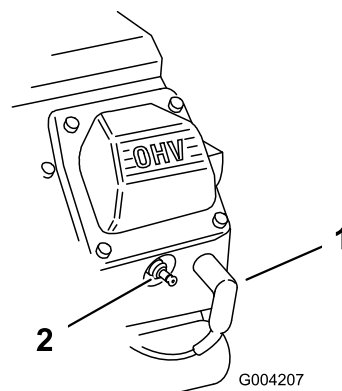

Рисунок 26
2. Снимите провода со свечей зажигания (Рисунок 26).
3. Наденьте провода на свечи зажигания (Рисунок 26).